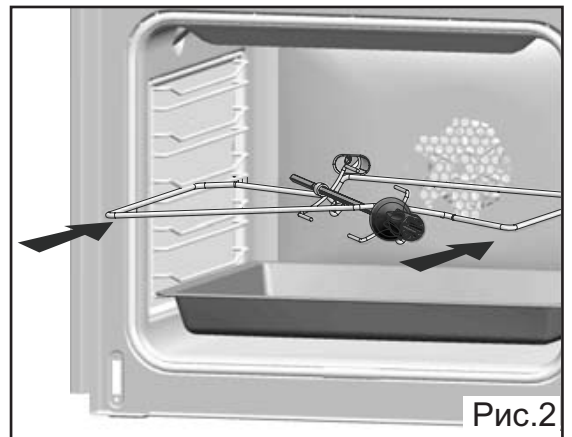

Рис.2
- вставьте вертел в держатель (рис. 2).